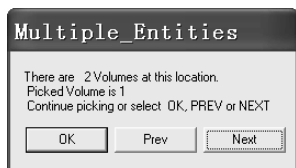
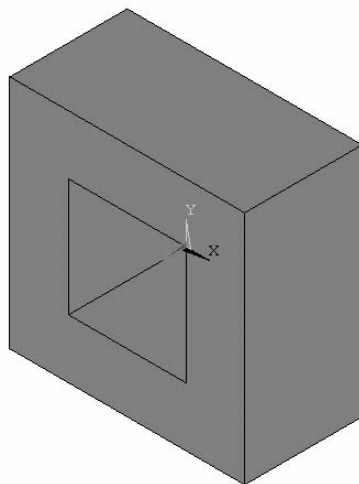

图 2-92 “Multiple\_Entities”窗口
图 2-93 空心体模型
(6) 用鼠标左键单击图形界面的长方体, 较为细长的长方体被选中, 同时弹出“Multiple\_Entities”窗口(见图 2-92), 直接单击“Subtract V...”窗口中的“OK”按钮, 同时生成一个中空体的模型(见图 2-93)。